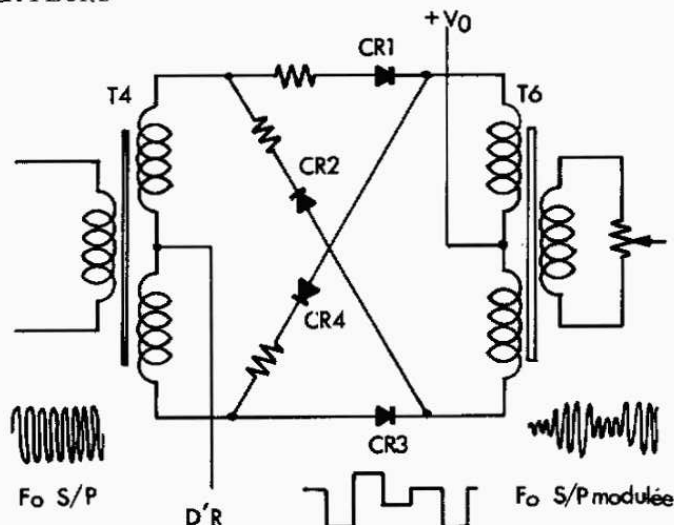

Fig 3.24
Les modulateurs équipant le tiroir Pal sont du type modulateurs en anneaux. Sur le schéma fig. 3.24, est représenté le modulateur du signal R-Y (D'R). Celui du signal B-Y (D'B) est identique. Dans ce circuit, la conduction des diodes est commandée par le signal modulant D'R. Le signal de porteuse est ainsi transmis au rythme de l'amplitude de D'R. Il subit, en sortie, un signal de même fréquence que la porteuse, mais dont les courbes-enveloppes caractérisent la modulation sans sous-porteuse. Les niveaux variables du signal D'R déterminent la phase et l'amplitude du signal de sortie. Les transformateurs T4 et T6 sont accordés sur la fréquence de la sous-porteuse. Le niveau Vo est fourni par les transistors Q20, Q21 pour D'R et par Q22 Q23 pour D'B. Ces circuits permettent d'obtenir des sources à basse impédance pour la polarisation des diodes des modulateurs. Le produit de la modulation est réglable par les potentiomètres R126, R127; il est appliqué aux transistors Q17 pour D'R et Q18 pour D'B. Ces transistors montés en amplificateurs, transmettent, alternativement les signaux D'R et D'B sur la base de Q19 émetteur suiveur de sortie. Le signal de chrominance est disponible au plot (62), voir oscillogrammes n°s 3 et 4 - planche 14.